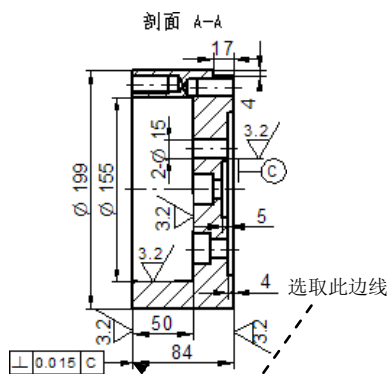

图 10.3.39 标注形位公差符号 1
(1) 在“特征控制框属性”对话框中单击 **常规** 选项卡，在 **几何符号** 区域单击 按钮，单击“分隔符”按钮 ；然后输入 0.015，再次单击“分隔符”按钮 ；在文本框中输入 C。
(2) 指定指引线。在“特征控制框”命令条中确认 按钮和 按钮被按下，选择图 10.3.39 所示的尺寸边线为引线的放置点，选择适当的位置在图纸中单击，完成形位公差符号的创建，结果如图 10.3.39 所示。